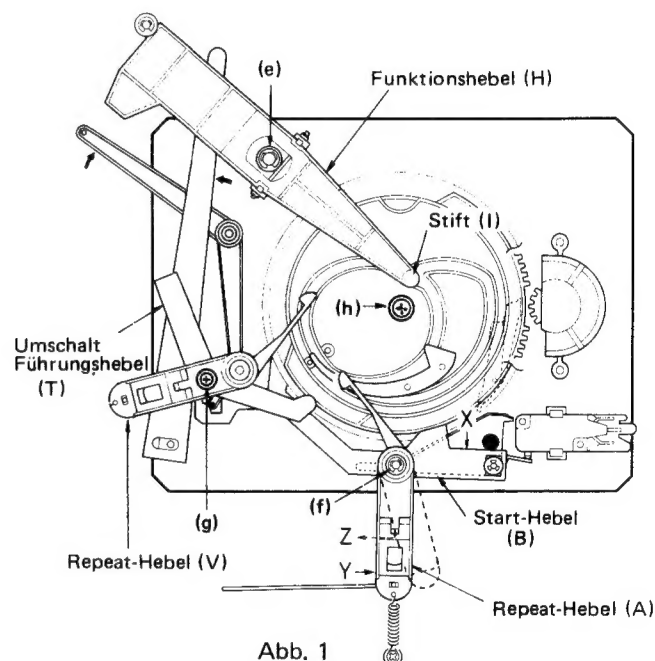

Abb. 1
- 2) Den E-Ring (Abb. 1-(e)) vom Funktionshebel (H) entfernen, und dann den Funktionshebel (H) vom Chassis abnehmen.
- 3) Den E-Ring (Abb. 1-(f)) vom Repeat-Hebel (A) abnehmen. Während der Start-Hebel (B) in die in Abb. 1 markierte Richtung X gedrückt wird, den Repeat-Hebel (A) in Richtung Y drücken. Der hervorstehende Teil des Start-Hebels (B) kann in Richtung Z entfernt werden. Danach den Repeat-Hebel (A) von der Welle entfernen.
- 5) Den Screw (Abb. 1-(g)) vom Repeat-Hebel (V) entfernen, und dann den Repeat-Hebel (V) von der Welle entfernen. An dieser Welle ist auch der Umschalt-Führungshebel (T) befestigt. Die zwei Unterlegscheiben und den E-Ring entfernen und dann den Umschalt-Führungshebel (T) von der Welle entfernen.
- 6) Den Screw (Abb. 1-(h)) vom Kurvenrad entfernen. Das Kurvenrad kann nun vom Chassis entfernt werden.